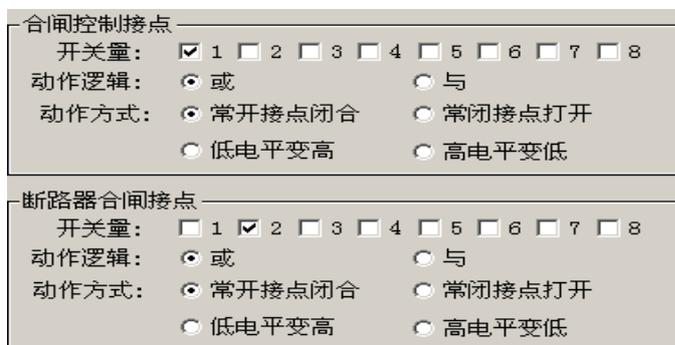

图 3.7-21
- 设置“合闸控制接点”与“断路器合闸接点”，如图 3.7-21。